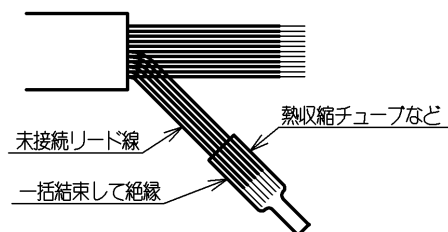

図1 接続しないリード線の絶縁処理例
- 接続しないリード線は絶縁処理を施してください。(図1の様に一括結束して全体を絶縁しても構いません。)